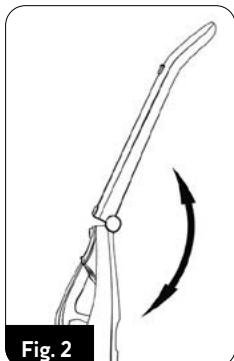

Fig. 2
4. Vouw de handgreep (2) uit en vergrendel deze in de uitgevouwen positie (fig.2). De handgreep kan worden ingeklappt door op de knop (3) te drukken.